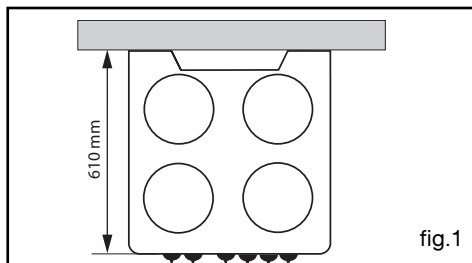

fig.1
#### • *Plat lèchefrite multi-usages fig.1*
Vous devez respecter la cote d'encastrement suivante (fig.1, vue de dessus):
- Enfoncez un tournevis entre la tôle du capot et la trappe puis faites pivoter la trappe (fig.1).
*(suivant modèle) fig. 1*